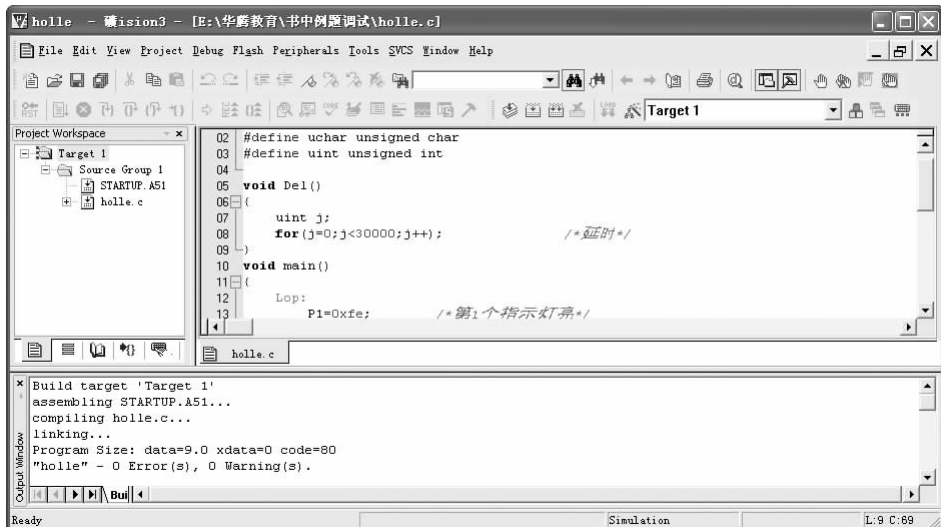

图 3-8 编译信息窗口
(4)调试程序。进入 Keil C 软件,建立项目,输入程序,对项目中的程序文件进行编译连接,并生成与项目文件同名的可执行代码及用于 EPROM 编程的 HEX 文件。 μ Vision3 编译信息窗口如图 3-8 所示。0 个错误,0 个警告时,HEX 文件自动产生。只有 0 个错误时 HEX 文件才产生,有警告问题不大。若有错误,一一排除,直到完全没有错误为止。产生错误的主要原因有:在中文输入状态下输入;大小写没有区分;标点符号没有在英文输入状态下输入;语句后没有分号或多了符号。